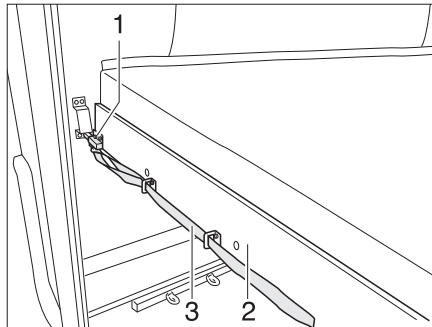

Fig. 168 Letto a castello (parte posteriore)
- Tirare l'asola (Fig. 168,3) e liberare il chiavistello (Fig. 168,1).
- Tirare in avanti il telaio portamaterasso (Fig. 168,2) con il materasso finché non si innesta.